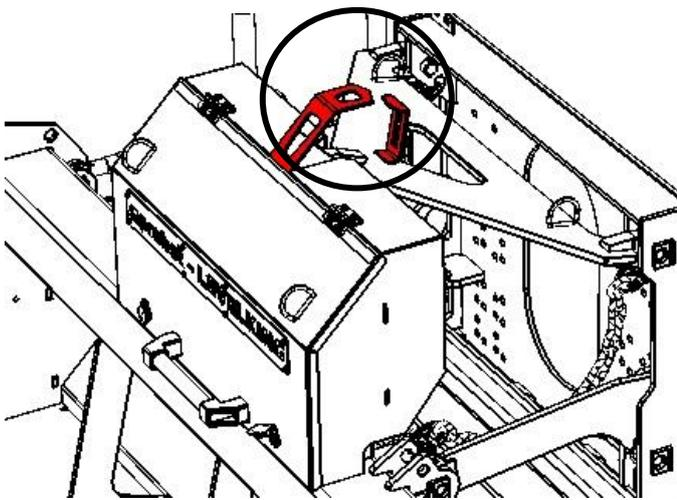
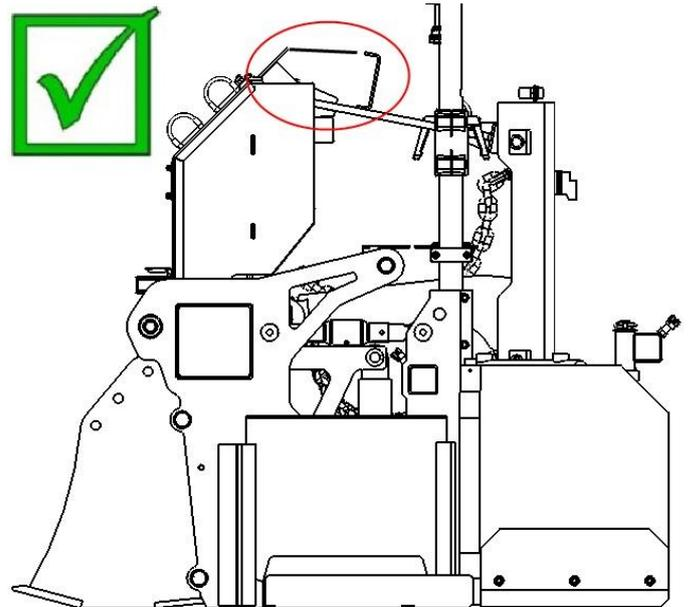

Abb. 26
Abb. 27
Während der Planumerstellung ist darauf zu achten, dass die „Anzeige für Neutralstellung“ (Abb. 26) sich möglichst auf gleicher Höhe befindet. (siehe Abb. 27)
Somit ist das optimale Höhenniveau (für die Schwimmstellung) zwischen LEVELKING LK und dem Trägergerät (Radlader) eingestellt (Abb. 27).
- Zeigen die Laserempfänger (im Automatikbetrieb (16)) länger als ein paar Sekunden lang, ein rotes Signal, so befindet sich entweder kein Planumsmaterial mehr vor der Abziehkante und der *LEVELKING LK* kann somit nicht mehr nach oben regeln, oder der vertikale Verstellbereich der mechanischen Schwimmstellung ist bereits am oberen- oder unteren Endanschlag angelangt. Somit ist ebenfalls keine sinnvolle Regelung mehr möglich. → **Abhilfe:** die Hubarme des Trägergerätes (Radladers) anheben oder absenken, so dass sich die obere Anzeige für Neutralstellung (siehe Abb. 27 im Kapitel „Planumserstellung“) wieder ca. in der Mitte befindet.